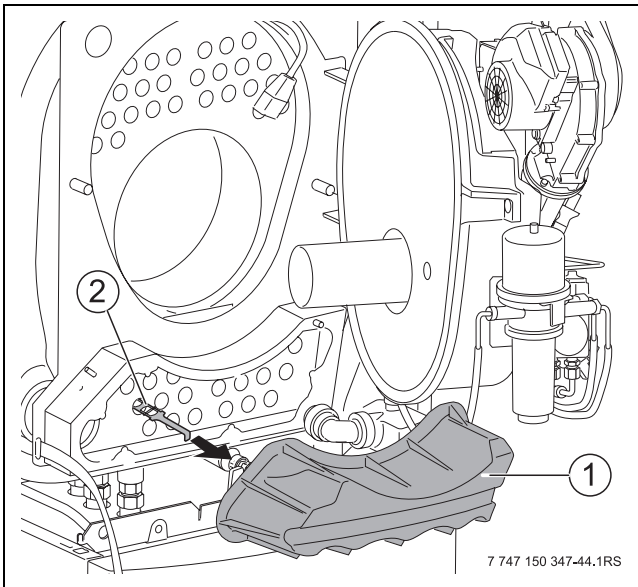

Bild 63 Turbulatoren herausziehen
- ▶ Abgasschalldämpfer (→ Bild 63, [1]) entfernen.
- ▶ Turbulatoren (→ Bild 63, [2]) entnehmen und reinigen.